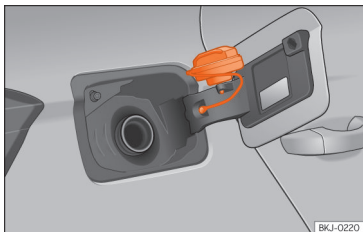

Abb. 146 Tankklappe mit aufgestecktem Tankverschluss.
- Platzieren Sie den Verschluss in der Aussparung, die sich im Scharnier der geöffneten Tankklappe befindet »» (Abb. 146).